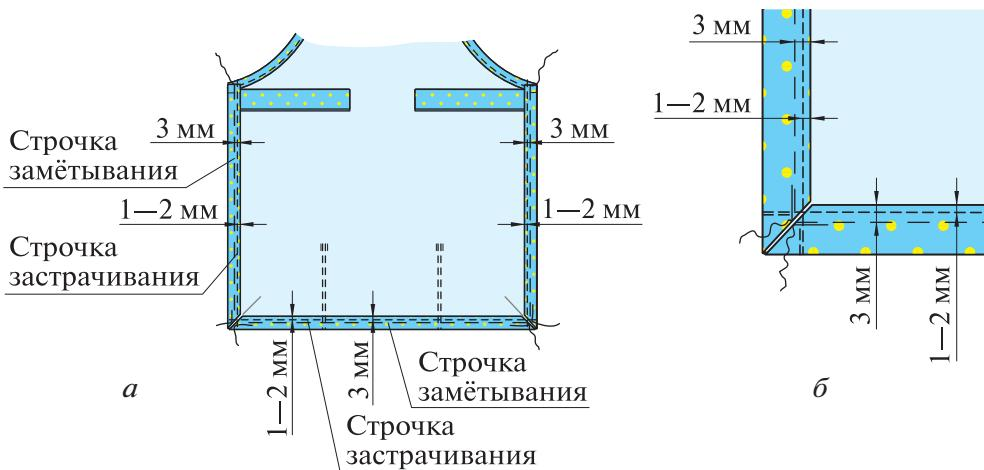

Рис. 6.43. Застрчивание нижнего и боковых срезов нижней части фартука
4. *Заметайте* до конца боковые припуски на расстоянии 3 мм от сгиба (вместе с деталями пояса) (рис. 6.43). *Застрочите* припуски (вместе с деталями пояса) на расстоянии 1—2 мм от сгиба (шов вподгибку с закрытым срезом). Сначала застрочите боковые припуски, затем нижний, в результате чего строчки в углах пересекутся.